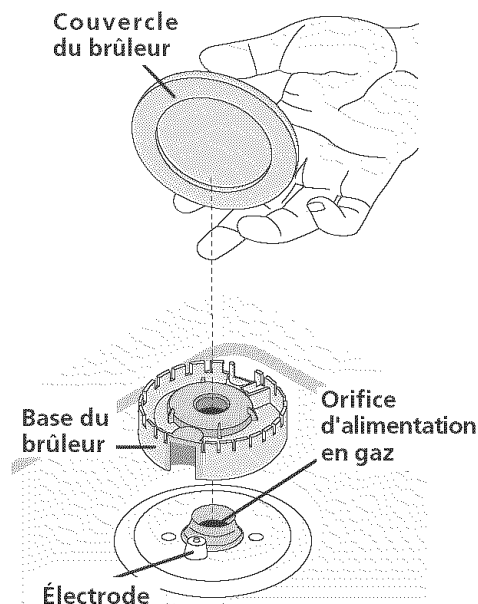

Figure 9
Cette cuisinière est munie de brûleurs scellés comme il est indiqué ci-dessous (figure 9).
4. Mettez la cuisinière à niveau au besoin, en l'ajustant avec les 4 pieds niveleurs à l'aide d'une clé à molette (voir Figure 9). Un dégagement minimum de 1/8" (0.3 cm) est requis entre le bas de la cuisinière et les pieds niveleurs arrière pour disposer de suffisamment d'espace pour installer les supports anti-basculés.